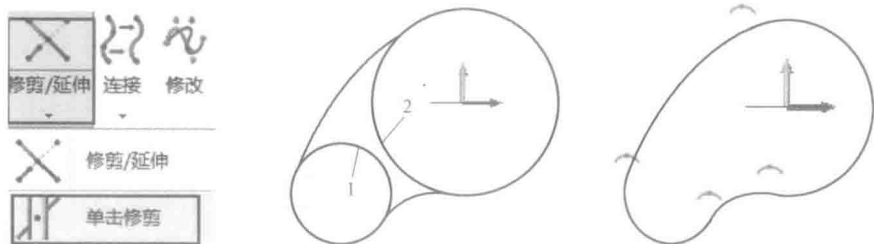

图 1-23 修剪曲线
5) 修剪。选择“草图-修剪与延伸”小三角, 选择“单击修剪”进入单击修剪命令栏, 单击位置 1 和位置 2 修剪多余的线, 如图 1-23 所示。